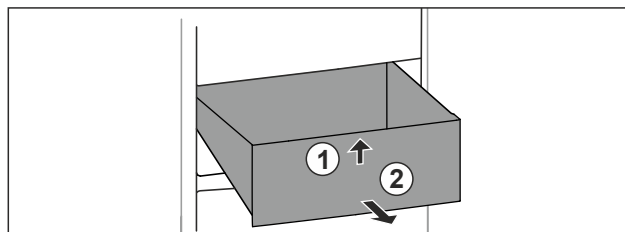

Fig. 80
- Løft skuffen foran. Fig. 80 (1)
- Ta ut skuffen framover. Fig. 80 (2)